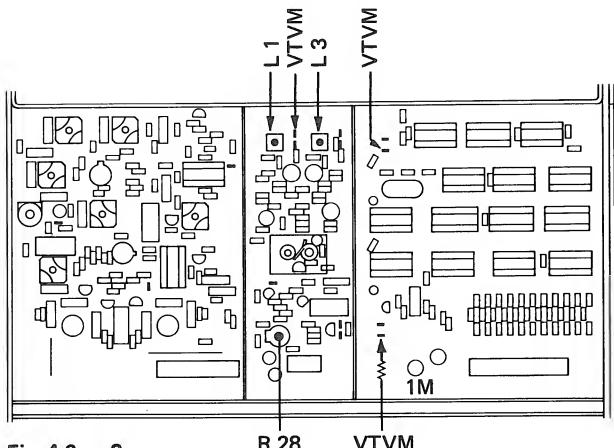

Fig. 4.6. – 2 R 28 VTVM
— V.à L. connecté au point de mesure TP de l'oscillateur (fig. 4.6. - 1). Echelle de mesure: 30 VDC.
4.6.2. Enclencher la touche 1 du sélecteur de station (87.00 MHz). Ajuster à $4 \text{ V} \pm 0.2 \text{ V}$ la tension d'accord, à l'aide du noyau de bobine L 2 (fig. 4.6. - 1). Pendant le réglage, il est nécessaire de recouvrir provisoirement le circuit oscillateur d'une tôle de blindage.
4.6.5. VTVM mit $1\text{ M}\Omega$ Vorwiderstand an weisse Litze (gegen Netzkabelkanal) auf dem Synthesizer anschliessen (Fig. 4.6. – 2). Messbereich 3 VDC. Mit dem Einstellregler R 28 auf dem Oszillator (Fig. 4.6. – 2) eine Spannung von $1.25\text{ V} \pm 0.1\text{ V}$ einstellen (bei 97.00 MHz).
4.6.8. VTVM mit HF-Tastkopf an weisse Litze (gegen Rückwand) auf dem Synthesizer anschliessen (Fig. 4.6. – 2). Messbereich 1 VDC. Die HF-Spannungen müssen bei den 3 folgenden Frequenzen im Bereich $0.3\ldots 0.4\text{ V}$ liegen. Allenfalls kann mit dem Übertrager L 3 (Fig. 4.6. – 2) die Symmetrie nachgeregelt werden.
4.6.9. VTVM mit HF-Tastkopf am Koaxial-Kabel zum Mischer (auf Oszillatorprint) anschliessen (Fig. 4.6. – 2). Die HF-Spannungen müssen bei den 3 bereits in Kap. 4.6.8. erwähnten Frequenzen innerhalb $0.20\ldots 0.30\text{ V}$ liegen. Mit dem Übertrager L 1 (Fig. 4.6. – 2) kann die Symmetrie nachgeregelt werden.
4.6.5. Connect VTVM via $1\text{ M}\Omega$ series resistor to the white wire (near the mains cable channel) on the synthesizer as shown in figure 4.6. – 3. Select meter range 3 V DC. Adjust trimpot R 28 on the oscillator board (figure 4.6. – 2) to obtain a VTVM reading of $1.25\text{ V} \pm 0.1\text{ V}$ (at 97.00 MHz).